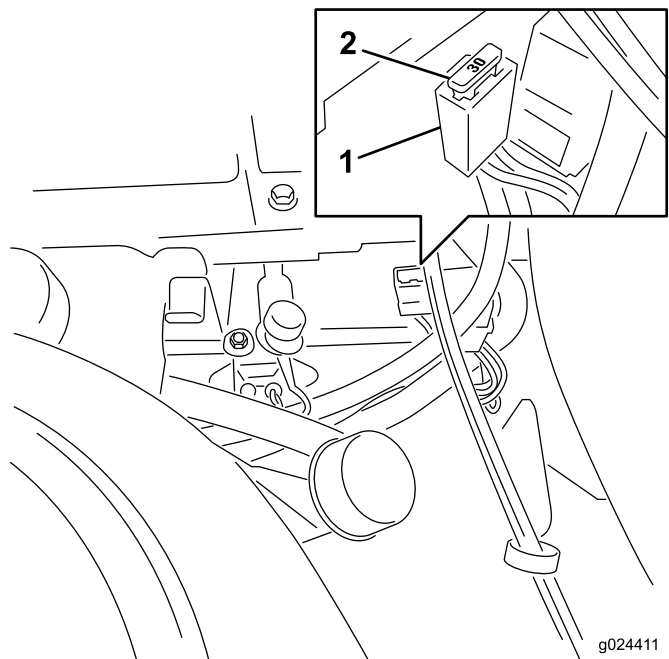

Figura 54
**Nota:** Os fusíveis encontram-se no lado direito da consola perto do banco (Figura 54).
1. Para substituir o fusível principal, agarre no fusível e retire-o a direito do bloco de fusíveis (Figura 54).
4. Alinhe o novo fusível com a ranhura no bloco de fusíveis (Figura 54).
5. Empurre o fusível para o bloco de fusíveis até que o fusível fique encaixado (Figura 54).